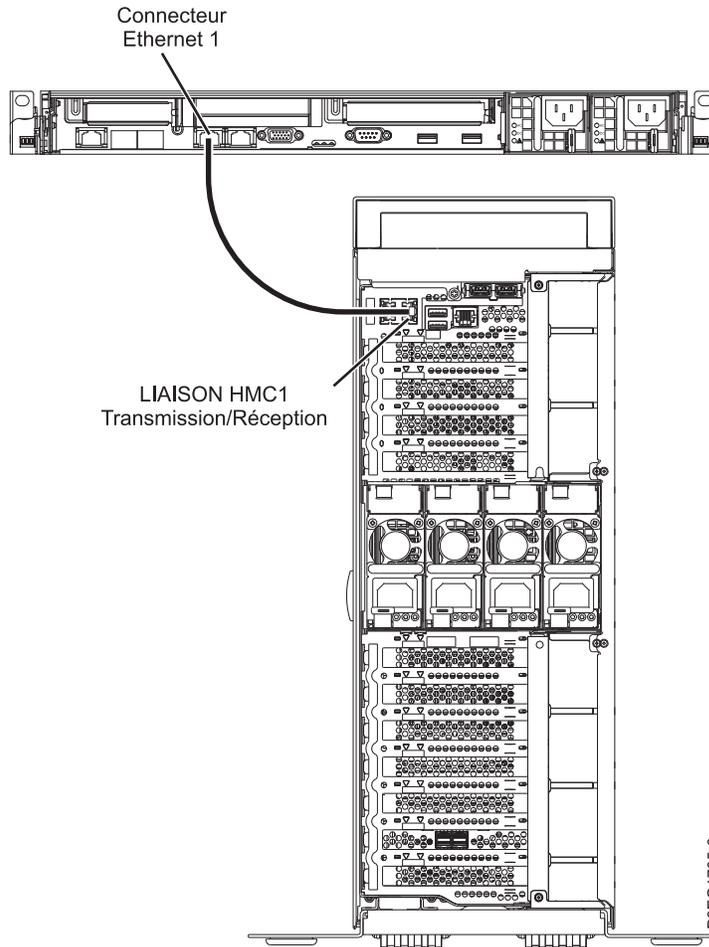

Figure 21. Connexion de la console HMC au système géré
1. Si vous souhaitez connecter directement la console HMC au système géré, reliez le **connecteur Ethernet 1** de la console HMC au port **HMC1** du système géré. Voir figure 21, à la page 42.